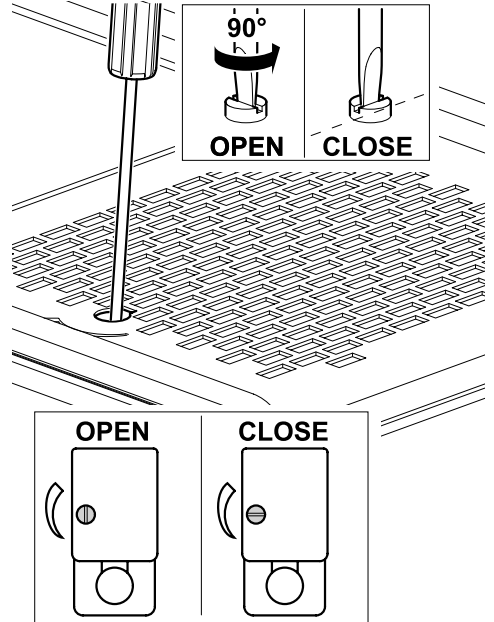

fig. 7.11.
1. Ins  rer un petit tournevis    lame dans le trou du chauffe-tasses indiqu   sur la figure 7.11, jusqu'   atteindre le robinet    vis. Tourner de 90   dans le sens antihoraire (fig. 7.11). Cette op  ration fait basculer la buse vapeur en   vacuation partielle de